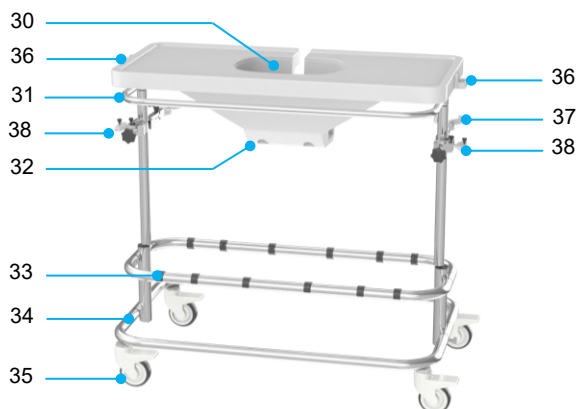
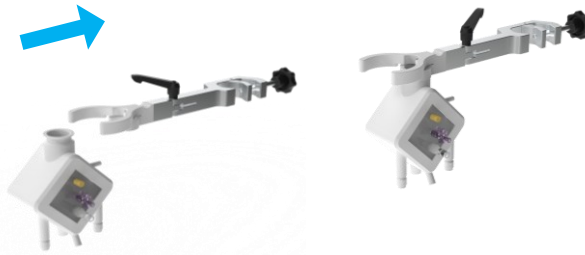

Figure 8 Chariot
Figure 11 Raccordement de l'oxygénateur au support
L'unité thermique et les deux unités de pompe sont montées sur un chariot (voir Figure 8). Le chariot est équipé de roues pivotantes avec freins et d'une barre de poussée pour permettre le transport dans l'hôpital.
- Placez le chariot dans la bonne position et actionnez les freins des roues pivotantes (Figure 8, élément 35).
- Placez le réservoir pour le foie dans la cavité du plateau du Liver Assist (Figure 8, élément 30).
- Orientez le tubage bleu vers le côté portal (VP) et le tubage rouge vers le côté artériel (AH)
- Placez les capteurs de pression de part et d'autre du plateau (Figure 8, élément 36).
- Placez les oxygénateurs dans les supports du chariot (Figure 8, élément 37) en les pressant dans la pince ; voir (Figure 11).